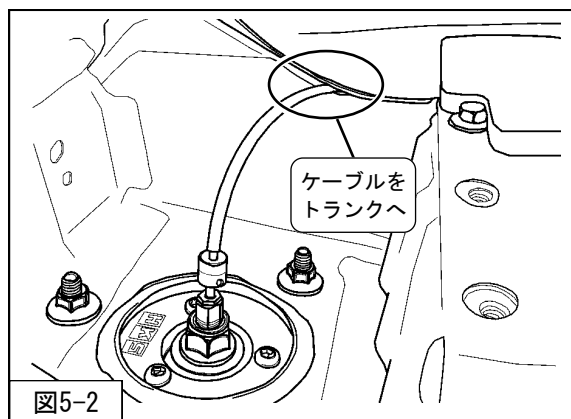

図5-2
3. ボディパネルの隙間にケーブルを通し、トランクルーム内に引き出してください。(図5-2)